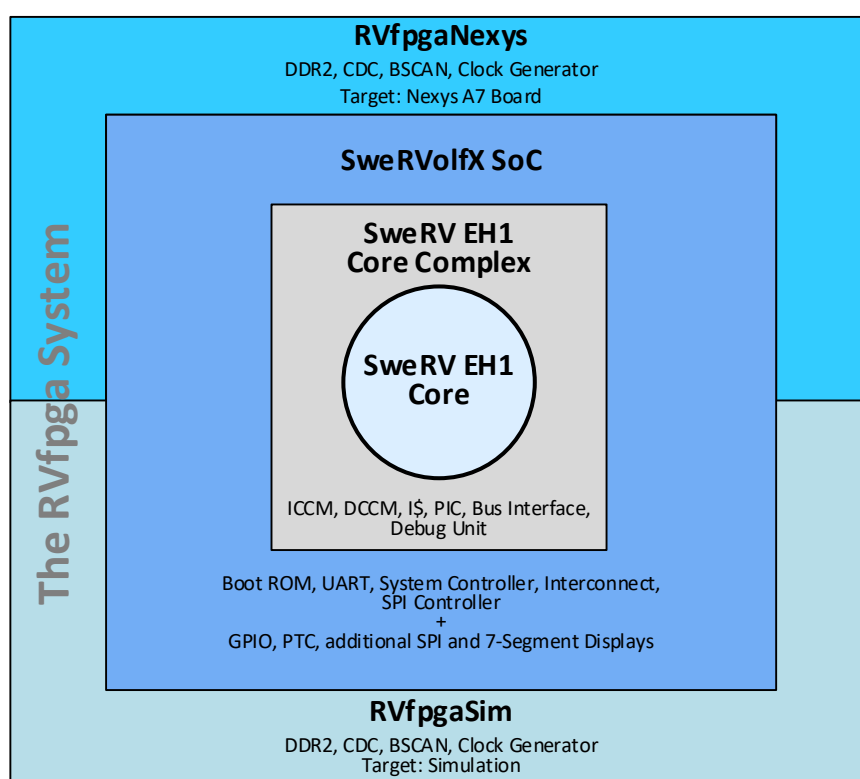

图1. RVfpga系统层级
- o 在说明RVfpga系统的GSG中新增了图1和表1
- (1) **示例：**使用本指南时将运行的示例程序
- (2) **src：**包含RVfpga系统的源代码（Verilog和SystemVerilog）（参见下面的图1）
- (3) **verilatorSIM：**包含用于在Verilator中运行RVfpgaSim仿真的脚本
- (4) **driversLinux_NexysA7：**包含Nexys A7 FPGA开发板的Linux驱动程序
- (5) **实验：**包含RVfpga实验1-20期间将使用的程序、文档、图表、说明、任务、练习和解答。实验0是一份介绍性文档，其中包含RVfpga实验概述，您应该在开始实验之前阅读该文档。
（<https://github.com/chipsalliance/Cores-SweRVolf>），同时后者又使用Western Digital（WD）的开源RISC-V SweRV EH1内核（<https://github.com/chipsalliance/Cores-SweRV>）。图1和表1说明RVfpga系统的层级结构（从SweRV EH1内核开始，一直到RVfpgaNexys和RVfpgaSim）。